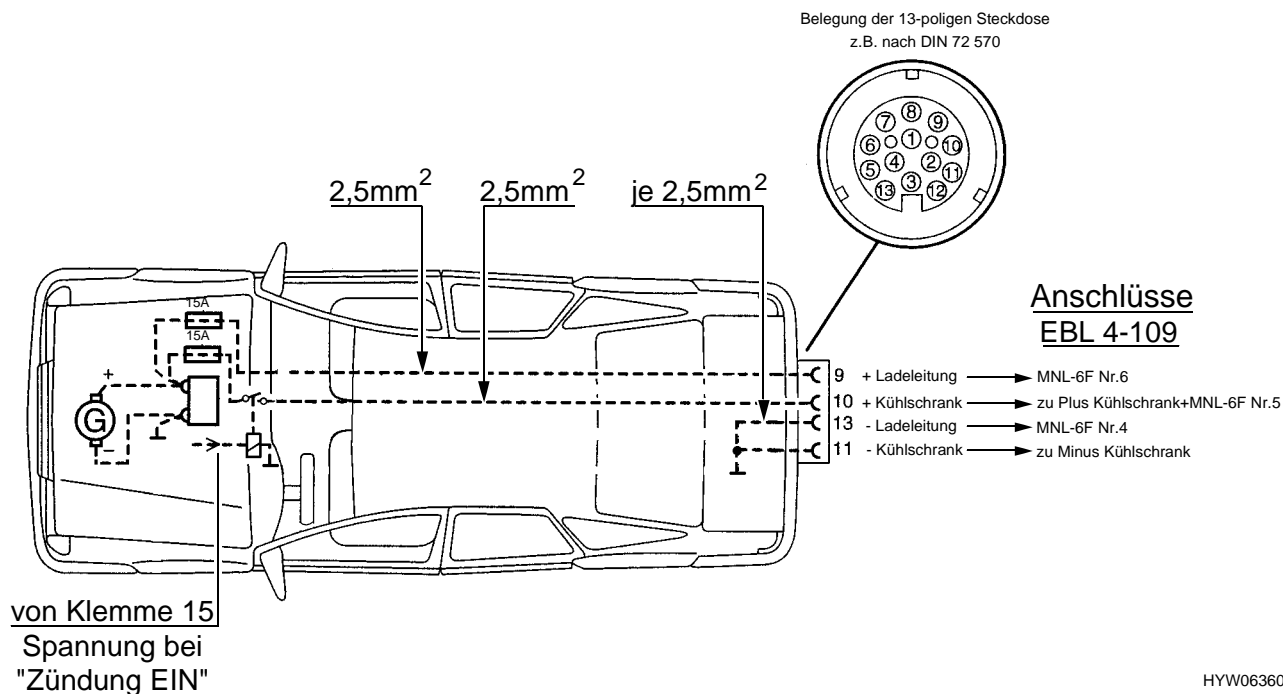

Bild 55 Zugwagen-Installationsplan (Autark-Paket)
- ▷ Das Zugfahrzeug muss mit den entsprechenden Kabelquerschnitten nachgerüstet werden (siehe Bild 55).